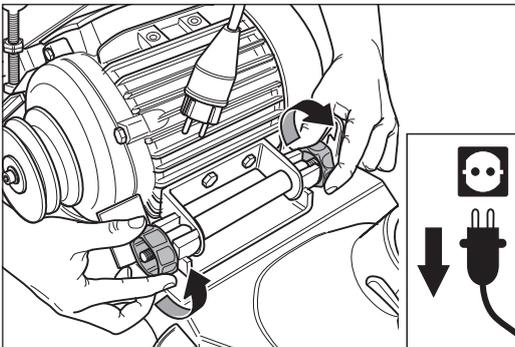

Abb. 79 Die beiden Motormuttern lösen.
- 3 Lösen Sie die beiden Motormuttern an der Motoraufhängung (Abb. 79).